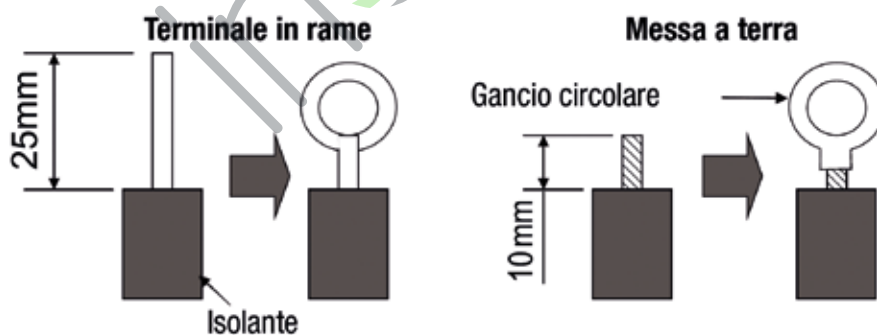

Fig. 29
1. Per il terminale in rame del collegamento (Fig. 29):
2. Per la messa a terra (Fig. 29):